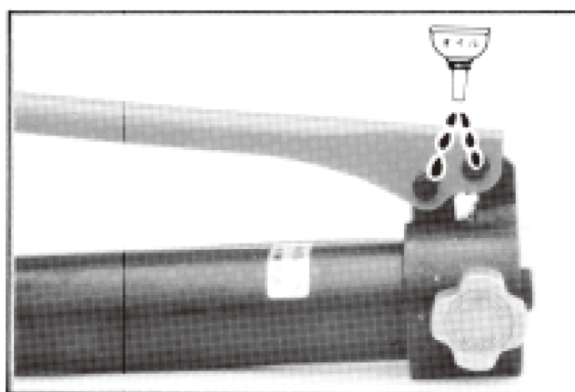

図 10
5.3 始業前に、ポンプハンドルの軸へ注油をして下さい。油が切れてカジレが出ますと、ポンプの寿命が短くなります。(図10)